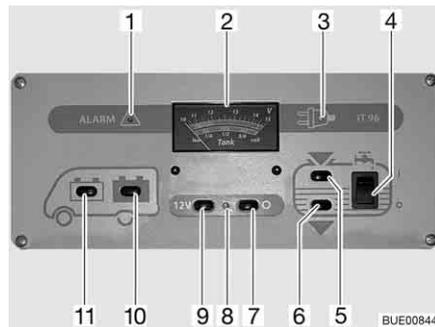

Bild 167 Panel IT 96-2
Der 12-V-Hauptschalter (Bild 167,7 und 9) schaltet das Panel und die 12-V-Versorgung des Wohnraums ein und aus.
Einschalten: ■ Schalter (Bild 167,9) drücken "12 V": Die 12-V-Versorgung des Wohnraums ist eingeschaltet. Die Kontroll-Leuchte (Bild 167,8) leuchtet grün.
Ausschalten: ■ Schalter (Bild 167,7) drücken "O": Die 12-V-Versorgung des Wohnraums ist ausgeschaltet. Die Kontroll-Leuchte (Bild 167,8) erlischt.
Beim Anzeigeelement V/Tank (Bild 167,2) die obere Skala beachten. Das Anzeigeelement wird automatisch beleuchtet, sobald ein Schalter gedrückt wird.
- Schalter (Bild 167,11) drücken "☰": Die Batteriespannung der Starterbatterie wird angezeigt.
- Schalter (Bild 167,10) drücken "☰": Die Batteriespannung der Wohnraumbatterie wird angezeigt.
Beim Anzeigeelement V/Tank (Bild 167,2) die untere Skala beachten. Das Anzeigeelement wird automatisch beleuchtet, sobald ein Schalter gedrückt wird.
- Schalter (Bild 167,5) drücken "": Die Wassermenge wird angezeigt.
- Schalter (Bild 167,6) drücken "": Die Abwassermenge wird angezeigt.
- Wippschalter (Bild 167,4) oben drücken "I": Die Wasserversorgung ist eingeschaltet.
- Wippschalter (Bild 167,4) unten drücken "O": Die Wasserversorgung ist ausgeschaltet.
Die rote Warnleuchte "ALARM" (Bild 167,1) blinkt, sobald die Spannung der Wohnraumbatterie 11 V (Messung im laufenden Betrieb) unterschreitet und damit Tiefentladung droht.
Die 12-V-Kontroll-Leuchte (Bild 167,8) leuchtet, wenn der 12-V-Hauptschalter (Bild 167,9) eingeschaltet ist.
Die gelbe 230-V-Kontroll-Leuchte (Bild 167,3) leuchtet, wenn am Eingang des Elektroblocs Netzspannung vorhanden ist.